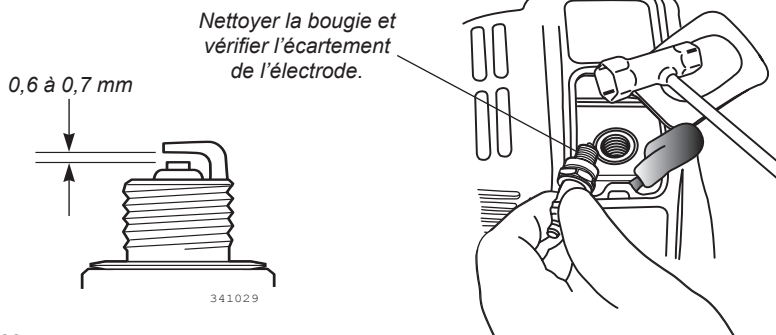

Figure 38
- Enlever et nettoyer la bougie. Ajuster l'écartement de l'électrode de la bougie à 0,6 - 0,7 mm. S'il est nécessaire de changer la bougie, utiliser uniquement la bougie NGK CMR5H ou une bougie antiparasite équivalente de plage thermique appropriée. Voir figure 38.